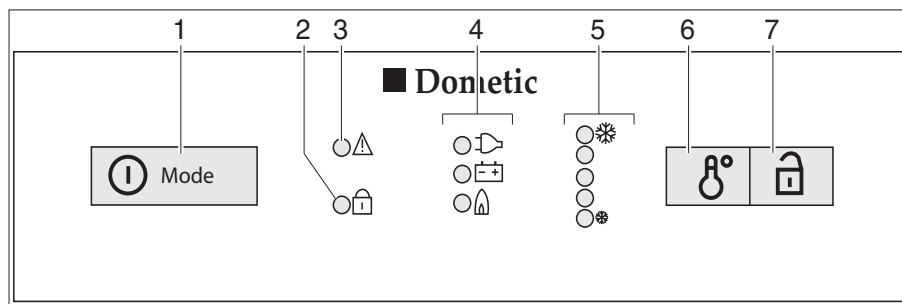

Fig. 215 Elementos de mando para el frigorífico (Dometic de la serie 8 con SMSE)
- Pulsar el conector/selector de energía (Fig. 215,1) 2 segundos para conectar el aparato. Se ilumina el LED del último modo de funcionamiento seleccionado.
- Si fuera necesario, pulsar el conector/selector de energía (Fig. 215,1) varias veces brevemente hasta que se ilumine el piloto gas "🔥". El suministro de gas está abierto. El encendido se realiza automáticamente. Se oye un sonido de tic-tac hasta que el proceso de encendido se haya llevado a cabo con éxito.
- Ajustar la temperatura de refrigeración con el conmutador para el ajuste de la temperatura (Fig. 215,6).
- Si fuera necesario, pulsar el conector/selector de energía (Fig. 215,1) varias veces brevemente hasta que se ilumine el piloto 230 V "⚡".
- Si fuera necesario, pulsar el conector/selector de energía (Fig. 215,1) varias veces brevemente hasta que se ilumine el piloto 12 V "⊕-".